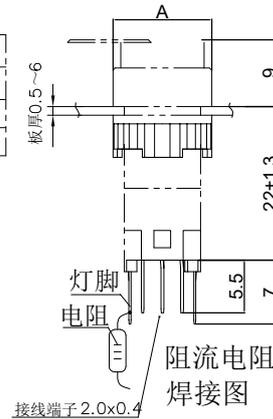

图4
5.1.3 带灯按钮安装需增加此步骤，因按钮体积较小，为了确保此系列带灯按钮的灯亮度和使用寿命，用户需要在产品外部串联阻流电阻（由我司提供），阻流电阻参数表5，焊接方法见图4。